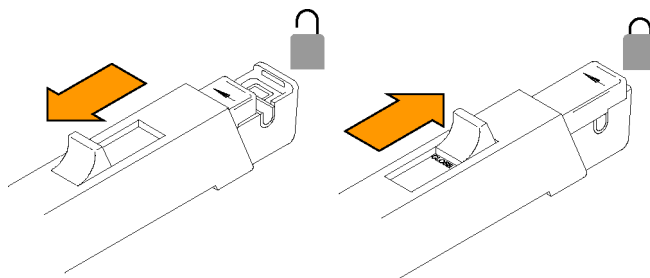
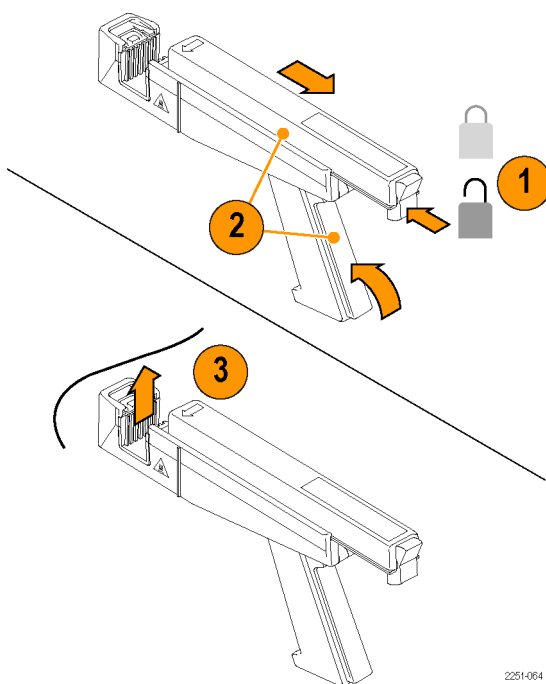

図 5: TCP312 型および TCP305 型のスライド操作
図 6: TCP303 型および TCP404XL 型のロックを解除して開く
次の図は、TCP305 型および TCP312 型電流プローブのスライド操作を示しています。(図 5 参照)。プローブを開くには、開口部が開くまでスライドを手前に引きます。プローブをロックするには、スライドがカチッと閉まるまでスライドを押し込みます。
3. プローブ・スライドを閉じてロックします。(図 5 参照)。(図 6 参照)。